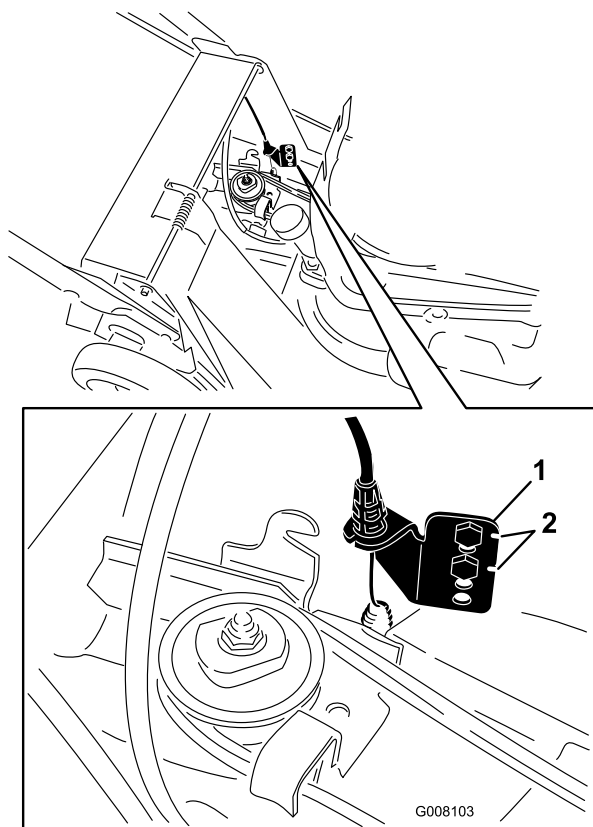

Figure 27
- Enlevez les vis de la patte d'ancrage inférieure (Figure 27).
Remarque: Lorsque vous remplacez la courroie, remplacez la patte d'ancrage inférieure à sa position d'origine (usine), indiquée par les crans situés près des trous de la patte (Figure 27).
- Remontez la patte d'ancrage inférieure d'un trou (Figure 27).